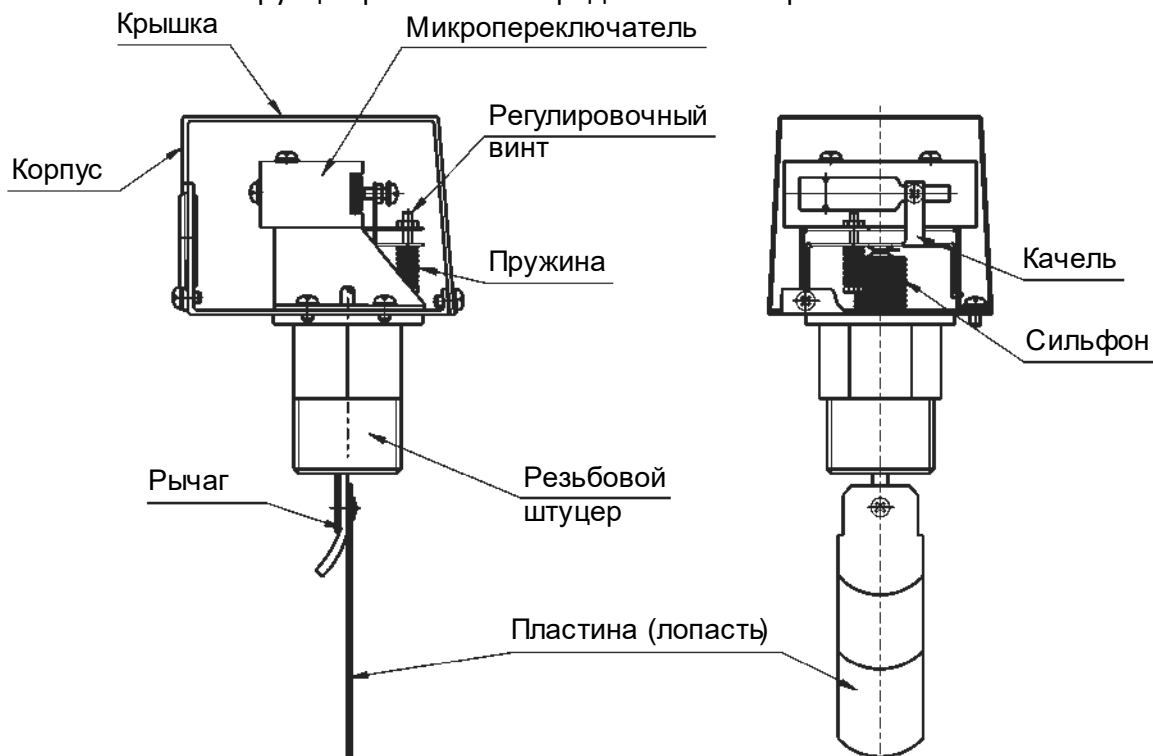

Рис.1 Конструкция реле потока РП.
5.3. Конструкция реле потока представлены на рис.1.